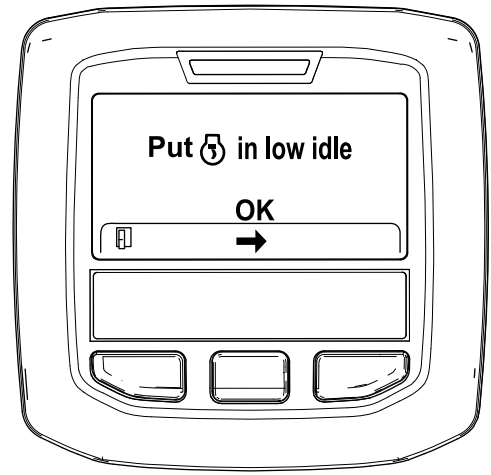

Figura 37
6. Mueva el control del acelerador a RALENTÍ BAJO y pulse el botón central (Figura 37).